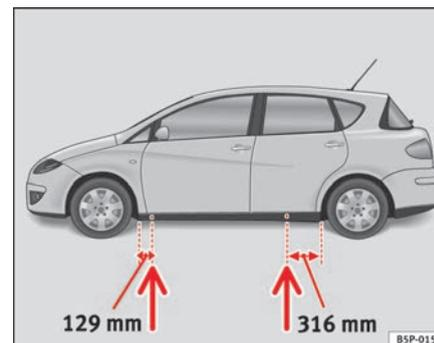

Fig. 176 Points d'appui du cric.
- Cherchez sur le longeron inférieur le point d'appui le plus proche de la roue à changer ⇒ page 257, fig. 176
Des empreintes sur le bas de caisse à l'avant et à l'arrière du véhicule indiquent les points d'appui du cric ⇒ page 257, fig. 176. Un emplacement a été prévu pour chaque roue. Le cric ne doit pas être positionné à d'autres endroits.